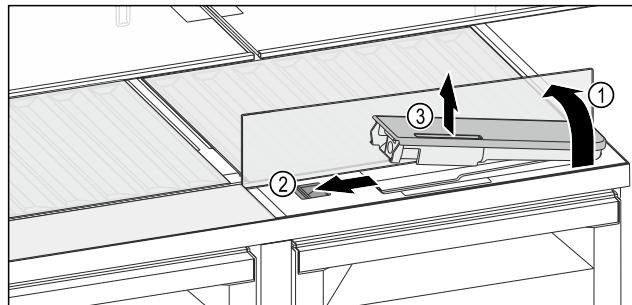

Fig. 131
- Підняти скляну панель і відкинути до упору назад Fig. 131 (1).
- Посуньте повзунок Fig. 131 (2) уліво.
- Вийняти бак для води Fig. 131 (3).